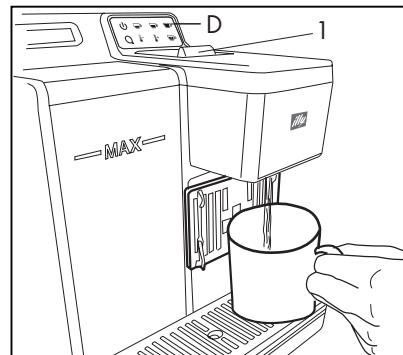

Fig. 13
- pulse el botón (D). (Fig.13)
la tapa cápsula (1) no se debe abrir antes de iniciar el ciclo de lavado. (Fig.13)